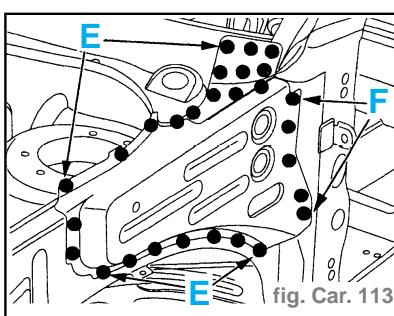

fig. Car. 113
- Souder par points électriques (suivant E) avec l'équipement AB1 (fig. Car. 113).